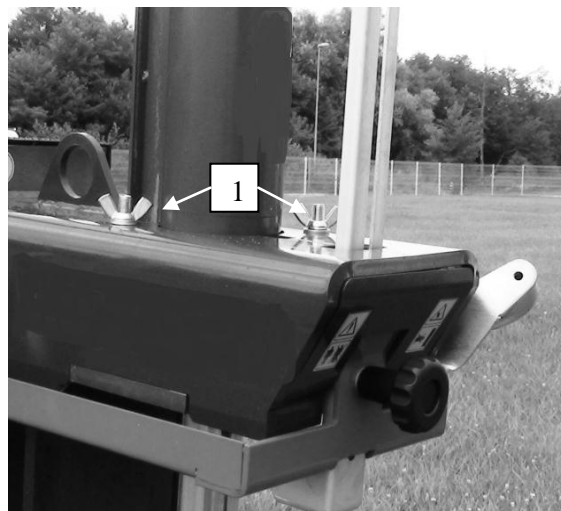

Bild 11
- Die Flügelmuttern (1) auf die Schrauben (2) anbringen und den Schubzylinder befestigen (Bild 11).